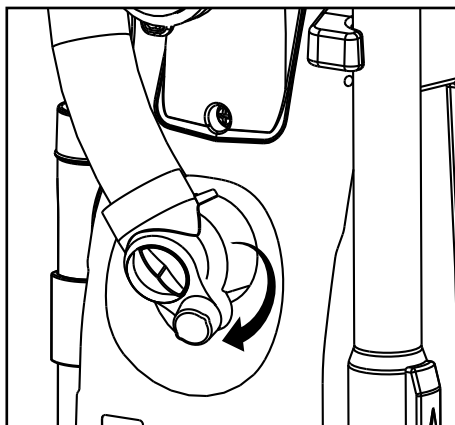

Fig. 1
- Gire el dial de succión hacia la posición abierta. Quite la obstrucción o el bloqueo (Fig. 1).